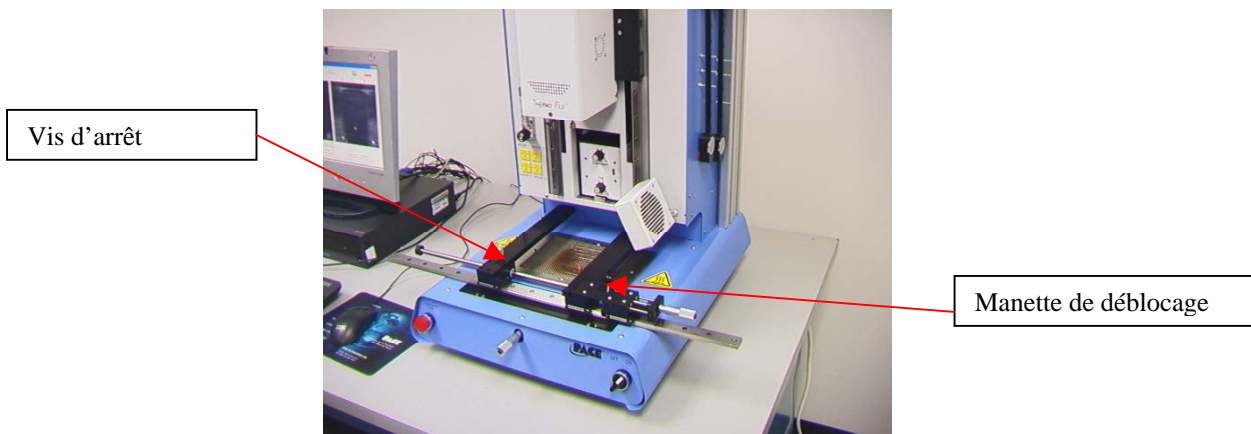

Figure 15
16. Réglez le prisme vers le bas en desserrant les vis du haut (A) et resserrant celles du bas (B). Figure 15
17. Réglez le prisme vers le haut en desserrant les vis du bas (B) et resserrant celles du haut (A).
18. Faites pivoter le prisme selon l'axe y en desserrant la vis centrale (C) Une fois l'alignement atteint, remplacez le couvercle Remettez les quatre vis Replacez les boutons Réglez les boutons de réglage de la lumière et resserrez les vis d'arrêt
- v. Placez la carte PCB entre les bras de la TF 1700 et serrez les vis d'arrêt. (Figure 15)